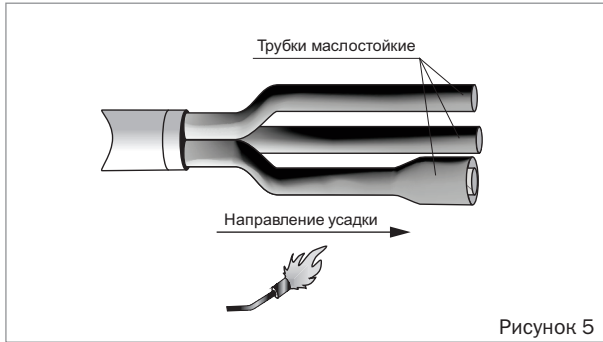

Рисунок 5
- Надеть на жилы кабелей трубки маслостойкие (прозрачные) до упора в «корешок» разделки кабеля. При необходимости обрезать верхнюю часть трубок по длине жилы. Усадить каждую трубку равномерным прогревом пламенем горелки, начиная с «корешка» и далее, двигаясь к концу жилы (рисунок 5).